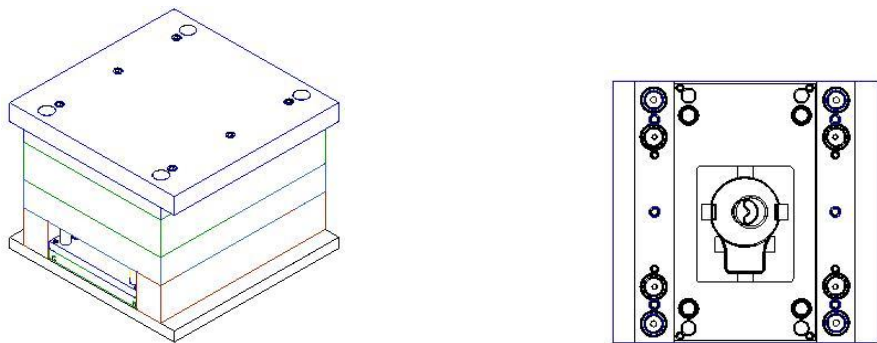

图7-54
2. 在【模架管理】对话框中单击 **确定** 按钮载入模架, 如图 7-54 所示。